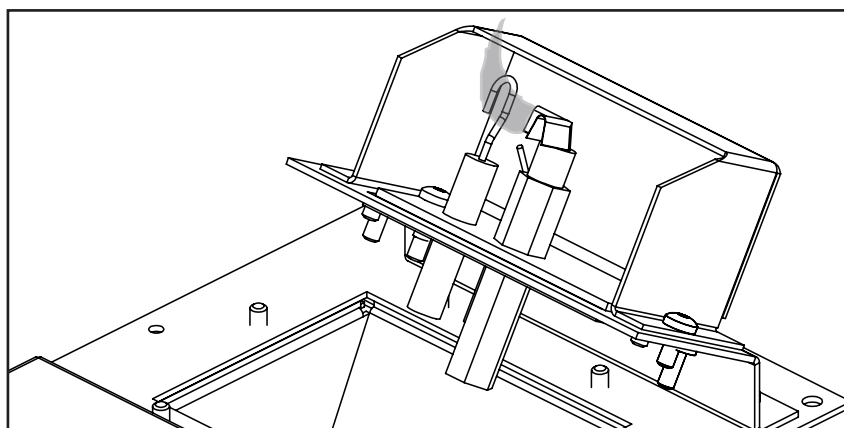

Figure 25: Couverture du capteur de flamme
12. Rallumer le pilote et confirmer la flamme correctement la sonde de flamme (couvercles voir la figure 25). Si le projet pilote nécessitent un réglage, tourner la vis de réglage dans le sens horaire pour diminuer ou vers la gauche pour l'augmenter jusqu'à ce que la flamme correct est atteint.